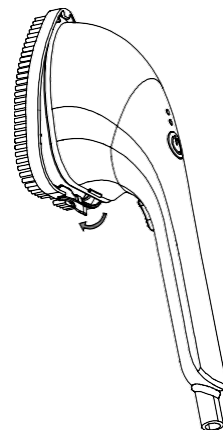

Abbildung 7
2. Halten Sie das Bügeleisen, drücken Sie auf die untere Taste an der Bürste und entfernen Sie diese (siehe Abb. 7)